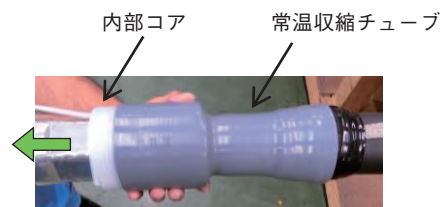

図3 常温収縮チューブ装着
- (1) 絶縁層は、常温収縮チューブの内部コアを引き抜いて、チューブを収縮させることにより、簡単に形成可能です(図3)。
- (2) 同一の常温収縮チューブで500～1600 mm2の大サイズに適用できます。
- (3) ケーブル外導先端の電界緩和は、専用の電界緩和テープを巻くだけで処理が可能です。
- (4) 接地線とケーブル遮へい層との接続は、ロールスプリングを適用することでハンダ作業が不要となります。
- (5) 端末長が短くなるため、取り付けおよび施工スペースが縮小できます。
- (6) 端子部をコンパクト化し、軽量化を図りました。